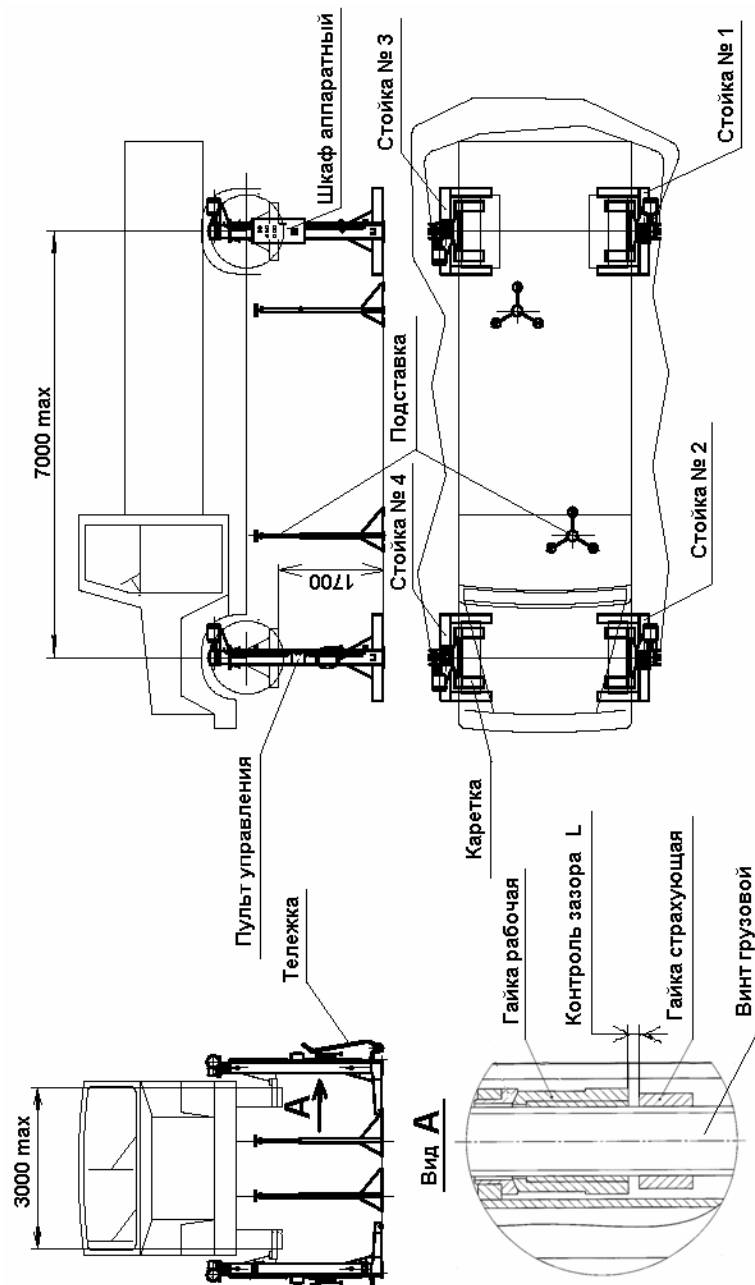
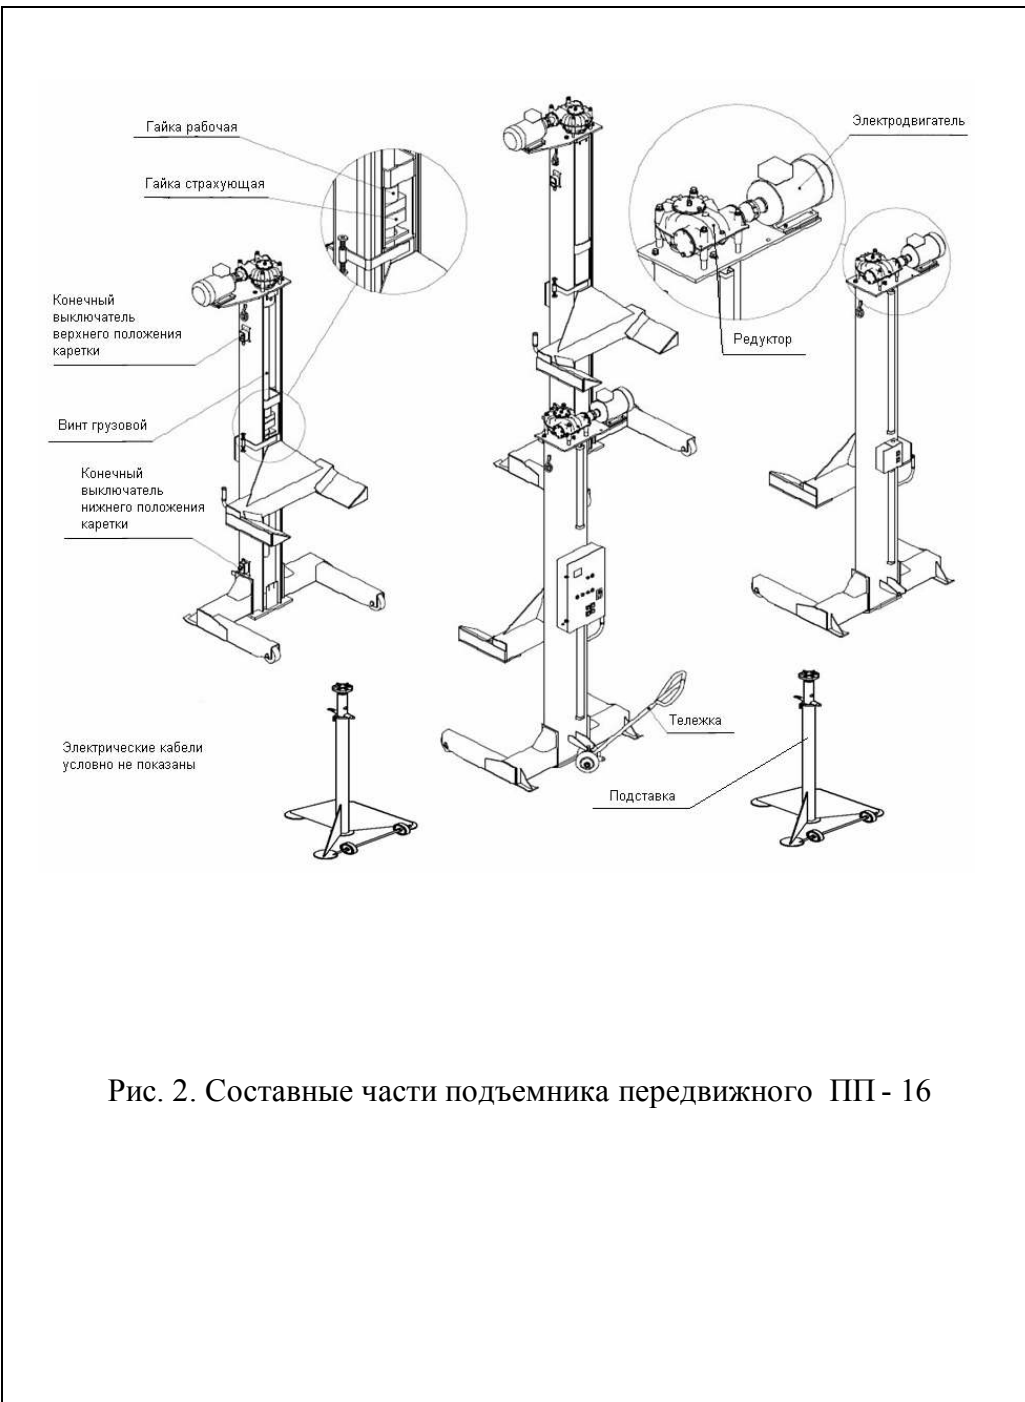

Рис. 1. Подъемник передвижной ПП - 16
Рис. 2. Составные части подъемника передвижного ПП - 16
4.1. Подъемник состоит из четырех стоек (см. Рис.1 и Рис.2), каждая из которых имеет электромеханический привод, каретку, грузовой винт, рабочую и страхующую гайки, конечные выключатели верхнего и нижнего положения кареток. На первой стойке установлен шкаф аппаратный, имеющий корпус с панелью электрооборудования, автоматический выключатель, лампочку «Сеть», «Авария», кнопки «Вверх» и «Вниз» для управления первой стойкой и кнопки «Вверх» и «Вниз» для управления всеми стойками одновременно. На остальных стойках установлены посты управления с кнопками «Вверх» и «Вниз» для управления данной стойкой.
7.2.6. При длительном обслуживании или ремонте и невозможности опускания автомобиля или автобуса на перерывы между работой для страховки установить подставки (см.Рис. 1 и Рис. 2).